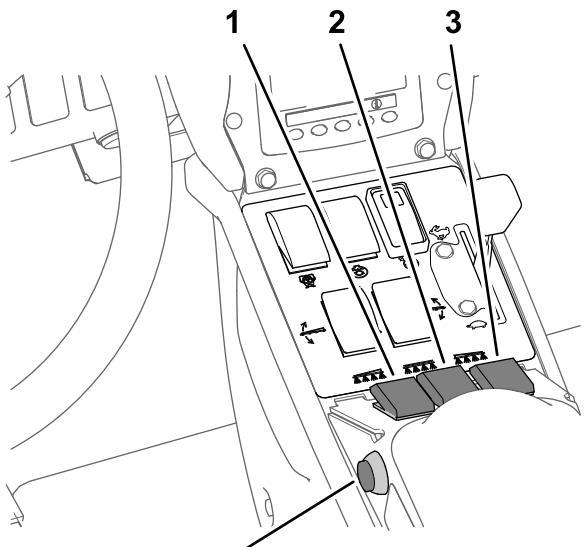

Figura 47
2. Pulse el botón 2 para avanzar al paso siguiente (Figura 47).
1. Ponga el interruptor maestro en la posición de ACTIVADO (Figura 47).
3. Gire el interruptor maestro a la posición de DESACTIVADO (Figura 47).